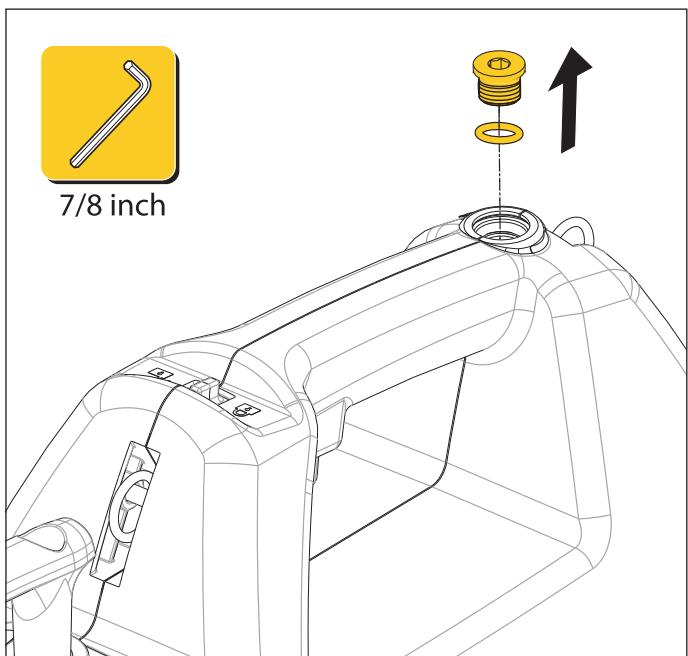

図11:容器のオイル量のチェック
油圧構成部品を初めて接続する際には、構成部品内に空気が溜まります。滑らかで安全な動作を確保するために、ポンプを実際に使用する前に、前進の限界から完全な格納の位置まで数回シリンダーを動かしてください。この操作は、シリンダーに荷重をかけない状態で、ポンプをシリンダーより高い位置にして行ってください。空気を抜くには、ポンプオイル充填プラグとOリングを取り外してから、この手順を開始してください（図11参照）。
- 充填口からオイル充填プラグとOリングを取り外します。 $7/8"$ アレンレンチを使用します。Oリングがプラグと共に取り外されていることを確認してください。図11を参照してください。